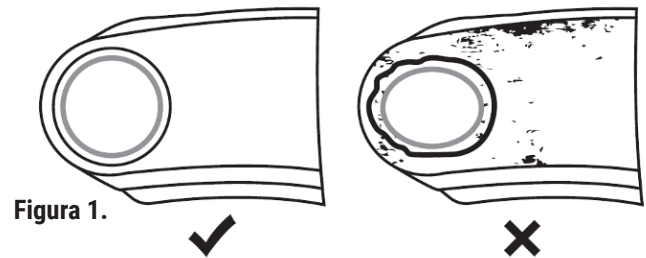

Figura 1.
- Antes de instalar la junta esférica, asegúrese de que todas las superficies de contacto estén libres de óxido, residuos y rebabas. Inspeccione la brida de montaje del brazo de control por signos de grietas, deformación y pérdida de la redondez. Si encuentra estos defectos, no use el cuerpo del brazo de control. **Vea la Figura 1.**